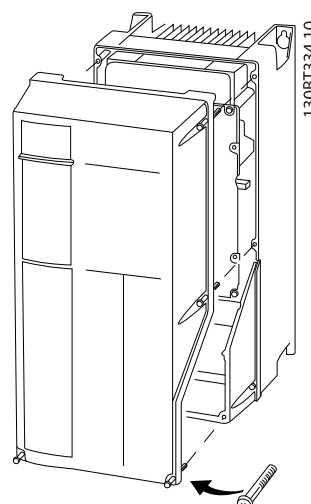

图 2.15 访问 A4、A5、B1、B2、C1 和 C2 机架的控制线路
- 或松开前盖的固定螺钉, 拆下前盖。请参阅 图 2.15。